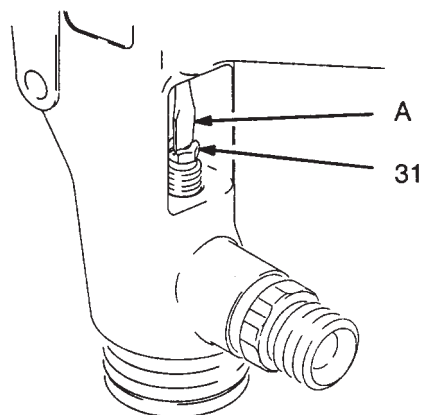

Fig. 2
5. Togliere la manopola di regolazione del fluido (8) e la molla del fluido (16).
6. Estrarre lo spillo del fluido (21) dalla parte posteriore della pistola.
8. Togliere il dado di regolazione del fluido (6), la molla (15) e la valvola dell'aria (14).
9. Per togliere la vite di regolazione della guarnizione (31), inserire un cacciavite a lame sottili (A) attraverso la parte posteriore della pistola e all'interno della vite di regolazione della guarnizione (31) come illustrato nella Fig. 2.